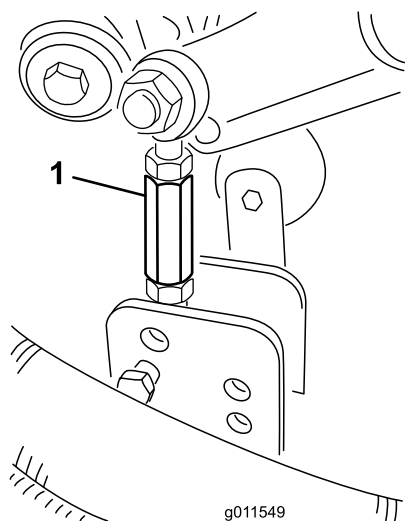

Figura 5
1. Retire o perno de gancho e pino de segurança que fixam a união da altura de corte ao suporte da altura de corte da plataforma (Figura 5).